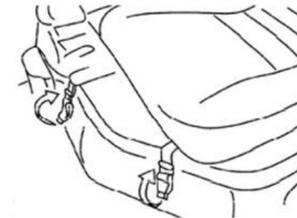

Figura 3.1.10.11
- 2) Destrabe los dos ganchos que están en el borde delantero del asiento; (ver Figura 3.1.10.11)